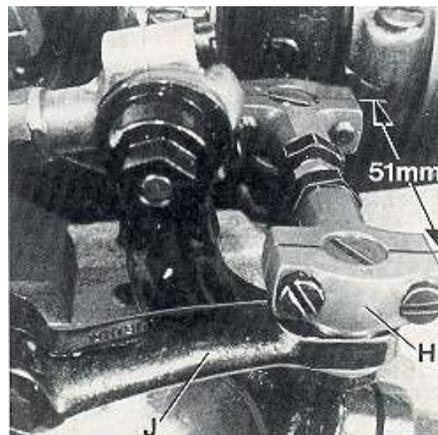
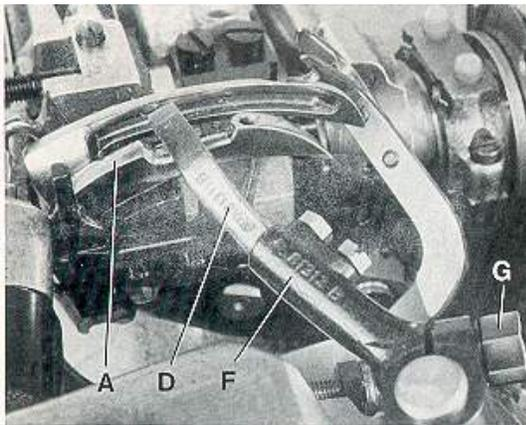
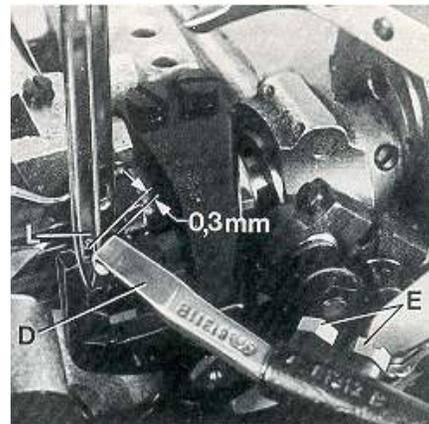

Fig.13
Fig.14
Fig.15
The distance (set at the factory) from center to center of the two ball joints driving the cross looper should be 51 mm (2") (see Fig. 13).
Basically the front ball joint (H, Fig. 13) should be positioned as far as it will go to the left in the fastening slot of the cross looper drive lever (J).
When rotating the handwheel in operating direction cross looper (D, Fig. 14) should swing as close as possible in the recess behind the eye over the double locked stitch looper (A) without contacting it.
At the left end of its swing motion cross looper (D, Fig. 15) must be positioned so that the left needle (L) securely stitches into the thread loop hanging around the hook of cross looper (D). In front of the left needle the cross looper should pass in a distance of 0.3 mm (.012") (see Fig. 15).
Der Abstand (im Werk eingestellt) von Mitte zu Mitte zwischen den beiden Kugelgelenken zum Antrieb des Quergreifers muß 51 mm betragen (siehe Fig. 13).
Standardmäßig soll das vordere Kugelgelenk (H, Fig. 13) so weit wie möglich nach links im Befestigungsloch des Quergreifer-Antriebshebels (J) gestellt werden.
Beim Drehen des Handrades in Nährichtung soll der Quergreifer (D, Fig. 14) so dicht wie möglich in der Aussparung hinter dem Ohr über den Doppelkettenstichgreifer (A) schwenken, ohne diesen zu berühren.
Am linken Ende seiner Schwenkbewegung muß der Quergreifer (D, Fig. 15) so stehen, daß die linke Nadel (L) sicher in die um den Haken des Quergreifers (D) hängende Fadenschleife einsteicht. Vor der linken Nadel soll der Quergreifer in einem Abstand von 0,3 mm vorbeischnellen (siehe Fig. 15). Prüfen Sie dies wie folgt:
After loosening the two screws (E, Fig. 15) the 0.3 mm (.012") distance to the left needle is adjustable. Retighten screws on the flat of the cross looper shank. After loosening clamp screw (G, Fig. 14) cross looper lever (F) can be raised or lowered for setting the height of cross looper (D) with respect to the double locked stitch looper (A) and it can be tilted to the right or left for adjusting the swing motion of the cross looper with respect to the left needle. Retighten clamp screw. If required the length of the path of the cross looper swing motion can be reduced by positioning ball joint (H, Fig. 13) to the right in the fastening slot of the cross looper drive lever (J).
Nach Lösen der beiden Schrauben (E, Fig. 15) kann der 0,3 mm Abstand zur linken Nadel eingestellt werden. Ziehen Sie die Schrauben wieder auf der Befestigungsfläche des Quergreifers fest. Nach Lösen der Klemmschraube (G, Fig. 14) kann der Quergreiferhebel (F) nach oben oder unten verschoben werden, um die Höhe des Quergreifers (D) zum Doppelkettenschiefer (A) einzustellen und nach rechts oder links geschwenkt werden, um die Schwenkbewegung des Quergreifers in Bezug zur linken Nadel einzustellen. Ziehen Sie die Klemmschraube wieder fest. Bei Bedarf kann der Schwenkweg des Quergreifers durch Versetzen des Kugelgelenks (H, Fig. 13) im Befestigungslangloch des Quergreifer-Antriebshebels (J) nach rechts verkleinert werden.